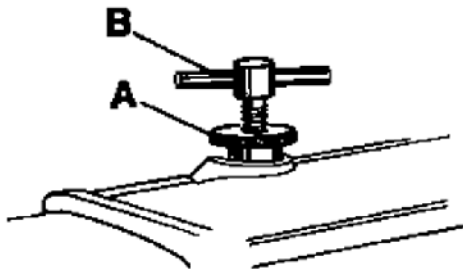

Fig. 7
Rotate handwheel until the lower feed dog is below the throat plate. Loosen knurled nut (A, Fig. 7) and turn out T-screw (B) until it does not exert any pressure on the leaf springs. In this position, the pressure exerted on the presser foot should be so strong that the presser foot bottom rest squarely on the throat plate.
Now turn in T-screw (B, Fig. 7) until the necessary presser foot pressure for proper feeding is exerted (determine by sewing tests). Secure this setting with the knurled nut (A) which simultaneously fastens the upper arm cover. Remount the face cover and the finger guard.
Drehen Sie am Handrad bis der untere Transporteur unter der Stichplatte steht. Lösen Sie die Rändelmutter (A, Fig. 7) und drehen Sie die Knebelschraube (B) soweit heraus, daß sie nicht mehr auf die Blattfedern drückt. In dieser Stellung soll der Druck auf den Drückerfuß so stark sein, daß die Drückerfußsohle flach auf der Stichplatte aufliegt.
Nun drehen Sie die Knebelschraube (B, Fig. 7) soweit ein, daß der zum einwandfreien Transport notwendige Drückerfußdruck erzeugt wird (durch Nähversuche ermitteln). Sichern Sie diese Einstellung mit der Rändelmutter (A), mit der gleichzeitig der obere Armdeckel befestigt wird. Montieren Sie den Stirndeckel und den Fingerschutz wieder.